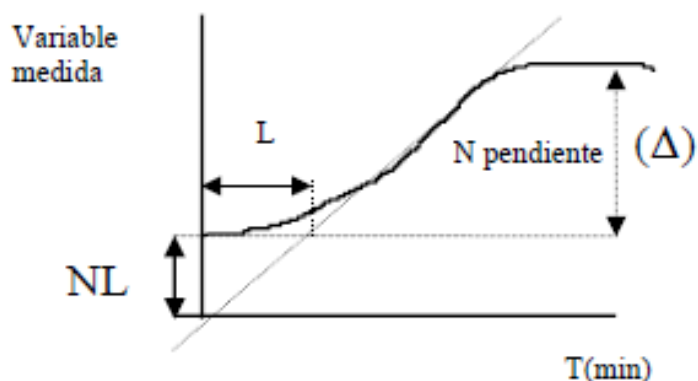

Figura 1.12: Curva de respuesta ante una entrada escalón.
3. Se memoriza o graba la respuesta del sistema y se aplica la tabla 1.2. Para obtener las variables de la curva de respuesta se debe referenciar en la figura 1.12.